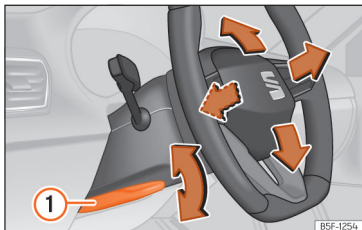

Рис. 71 Важіль у нижній лівій частині рульової колонки.
• Потягніть важіль >>> **рис. 71** ① униз, оберіть зручне положення керма, підніміть важіль угору до кінця.
• Після регулювання керма піднімайте блокувальний важіль >>> **рис. 71** ① угору до кінця, інакше рульова колонка може раптово розблокуватися під час поїздки.